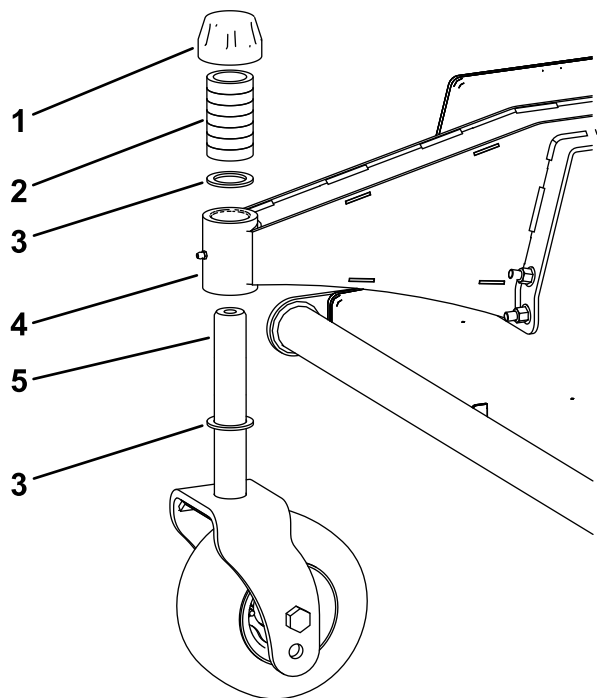

图 8
3. 如图 8 所示将脚轮安装到滚刀组脚轮轴轮毂两侧各一个隔片。